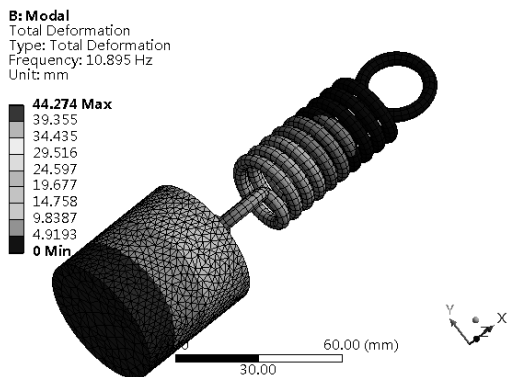

图 9-67 一阶模态变形分析云图
Step4：选择 Outline（分析树）中 Solution（B6）下的 Total Deformation（总变形）选项，此时会出现如图 9-67 所示的一阶模态总变形分析云图。